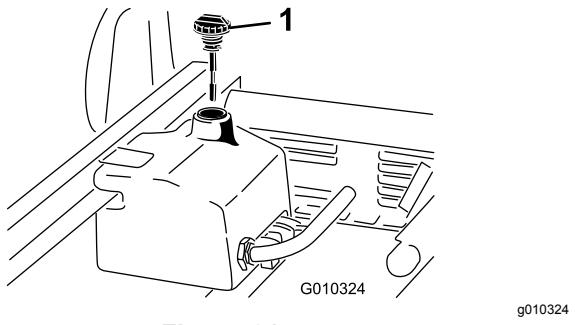

Figura 21
- Limpe a zona em redor do tubo de enchimento e da tampa do depósito hidráulico (Figura 21).
- Retire a vareta (Figura 21) do tubo de enchimento e limpe-a com um pano limpo.